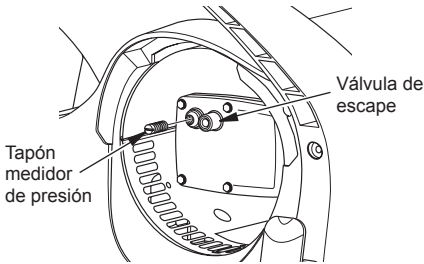

Figura 11 - Desmontaje del tapón medidor de presión
2. Retire el tapón medidor de presión de la cubierta del extremo del filtro (consulte la figura 11).